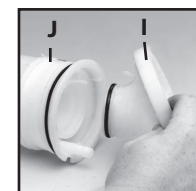

Figura 7
8. La estructura de la bomba (I) se separa del cilindro de presión (J) cuando la jala. Figura 7. Luego puede volver a colocar el anillo tórico.